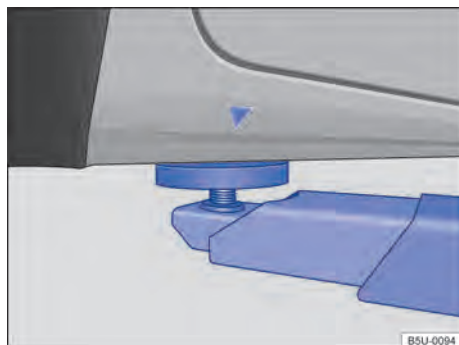
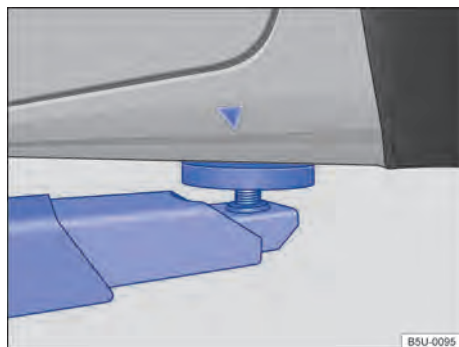

Fig. 222 Pontos de apoio dianteiros para a suspensão com plataforma elevatória ou com macaco.
Fig. 223 Pontos de apoio traseiros para a suspensão com plataforma elevatória ou com macaco.
O veículo deve ser suspenso somente pelos pontos indicados nas figuras → Fig. 222 e → Fig. 223. Se o veículo não for suspenso pelos pontos indicados, podem ocorrer danos no veículo → ⚠ e ferimentos graves → ⚠.
- Suspender o veículo somente pelos pontos indicados nas figuras → Fig. 222 e → Fig. 223. Se o veículo não for suspenso pelos pontos indicados, o veículo poderá cair da plataforma elevatória quando, por exemplo, o motor ou a suspensão for desmontado.